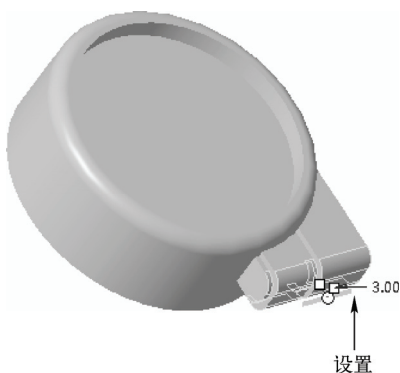

图 17-38 选择合适的边线一
STEP 15 使用“倒圆角”命令，设置圆角半径为“3”，在模型中选择合适的边线作为倒圆角对象，如图 17-38 所示。